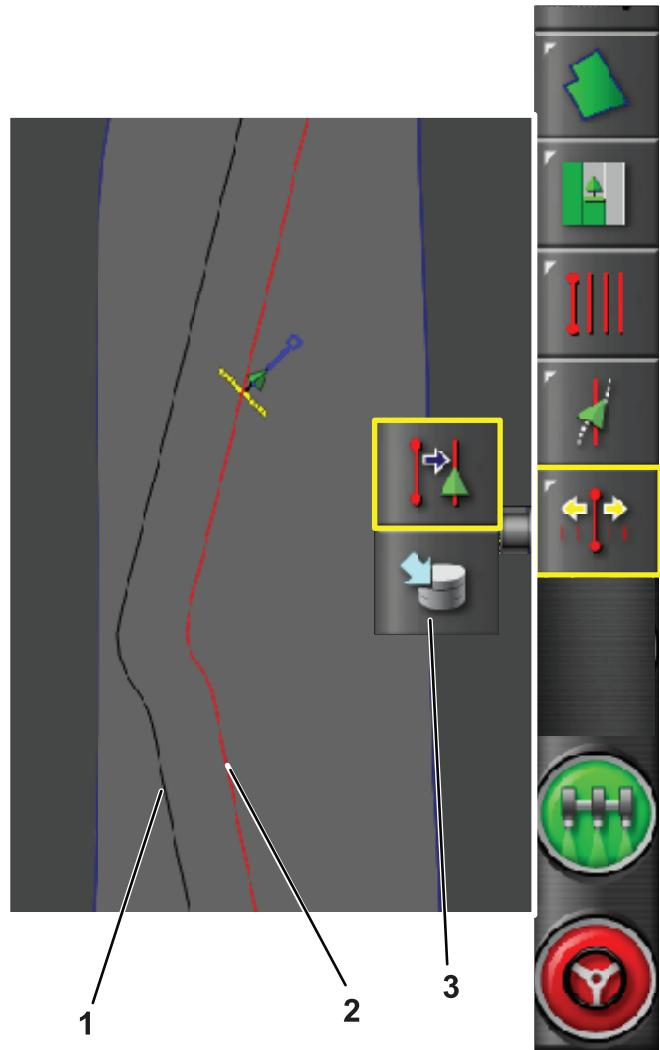

Figura 18
2. Pulse el icono Desplazar cuando esté en el lugar donde desea colocar la línea de guía nueva (Figura 18).